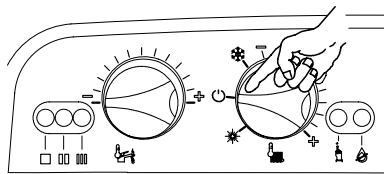

Fig. 2.36
- Установить переключатель как указано в Fig. 2.36 для выхода из режима программирования.